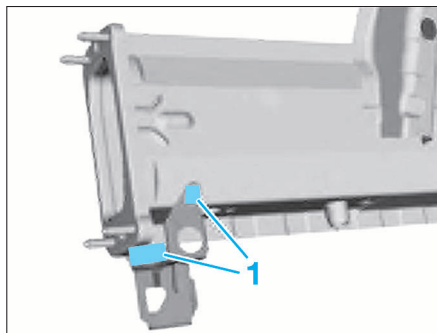

FIG. 2
• Si nécessaire, défaire les assemblages soudés dans les zones (1) puis enlever le support (Fig.2).
• Défaire les soudures dans la zone (2) et séparer la pièce.